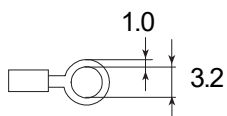
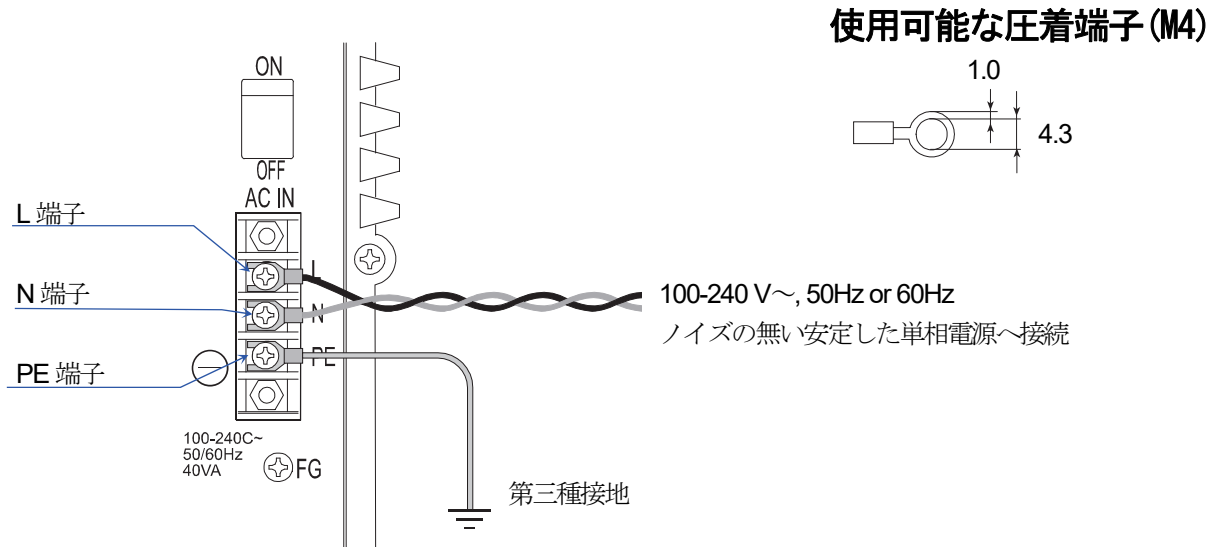

図 2 ロードセルの(6 線式)標準接続方法
図 3 電源の接続
1. ロードセルと電源をそれぞれリアパネルのロードセル入力端子(図 2)、電源入力端子(図 3)に接続します。(取扱説明書「3.3. ロードセルの接続」、「3.4. 電源の接続」を参照してください。)